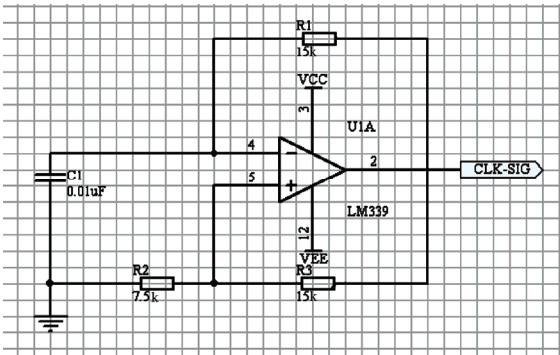
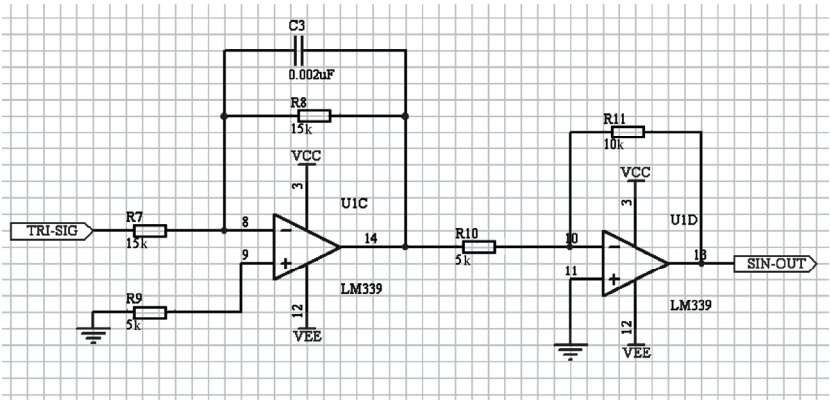
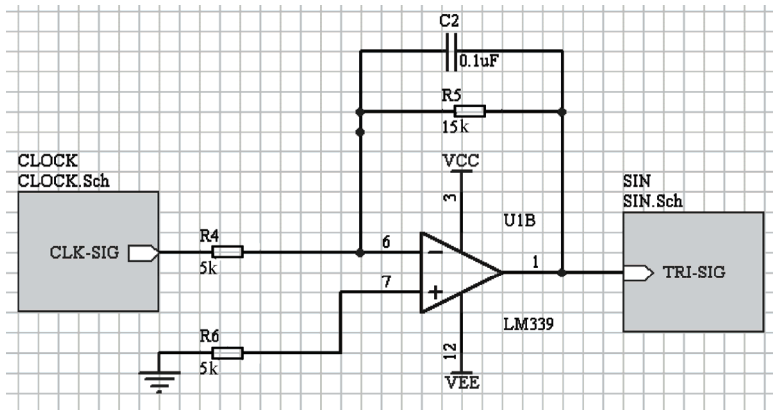

图 3-113 子图 CLOCK.Sch
图 3-114 子图 SIN.Sch
图 3-115 主图 TRI.Prj
1. 绘制如图 3-113~图 3-115 所示的层次原理图，在绘制层次原理图前，可以先绘制子图（分别如图 3-113 和图 3-114 所示），然后再绘制主原理图（图 3-115 所示），即采用自顶而下的方式。图 3-113 所示的图形保存为 CLOCK.Sch，图 3-114 所示的图形保存为 SIN.Sch，然后再绘制层次原理图。